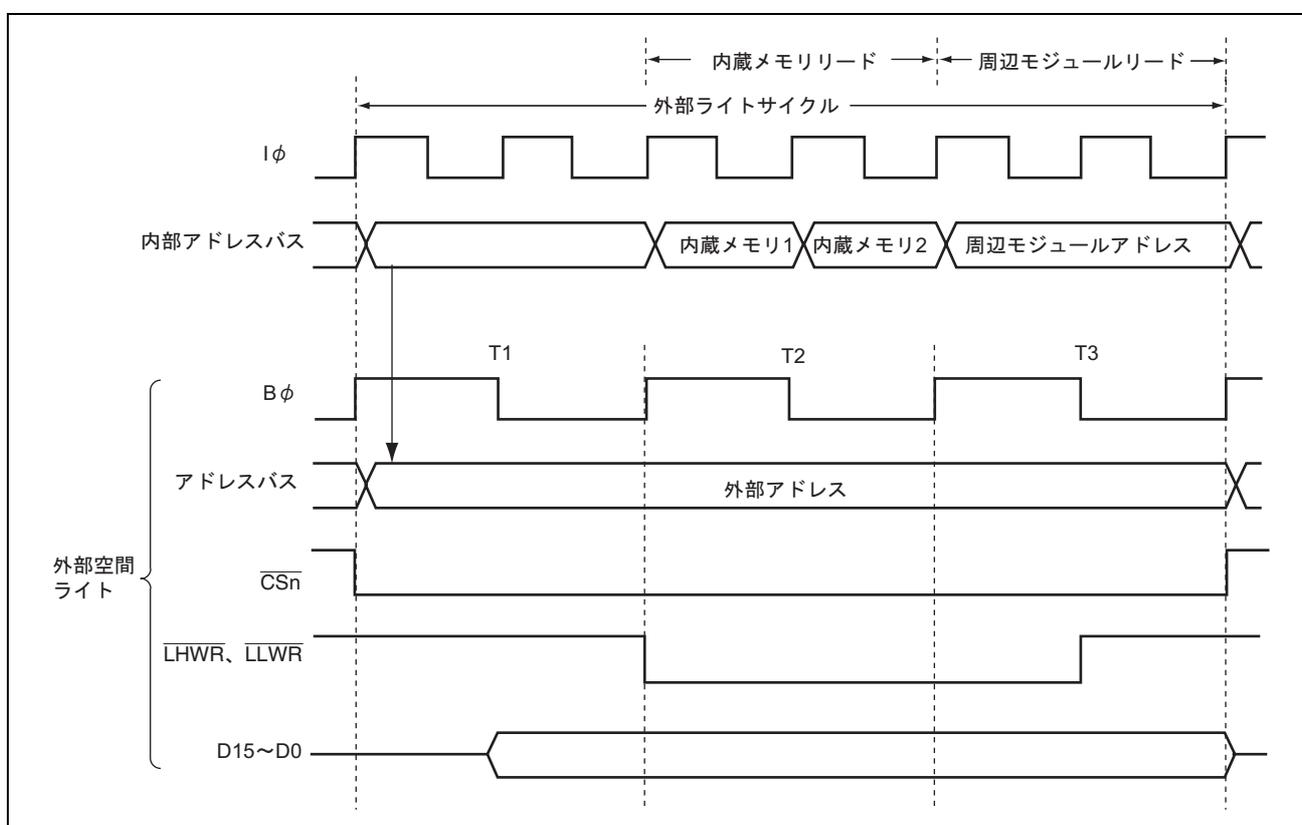

図 9.104 外部ライトデータバッファ機能使用時のタイミング例
- \*4 DRAM 空間アクセス/DRAM 空間以外のアクセス、RAS アップモード/RAS ダウンモードにより状態が異なります。図 9.104、図 9.106 を参照してください。
図 9.104 にライトデータバッファ機能を使用したときのタイミング例を示します。この機能を使用したとき、外部ライトまたは DMAC シングルアドレス転送が 2 ステート以上続き、次に内部アクセスがある場合は最初の 2 ステートは外部ライトのみが実行されますが、次のステートから外部ライトの終了を待たずに内部アクセス（内蔵メモリ、内部 I/O レジスタのリード/ライト）が並行して実行されます。